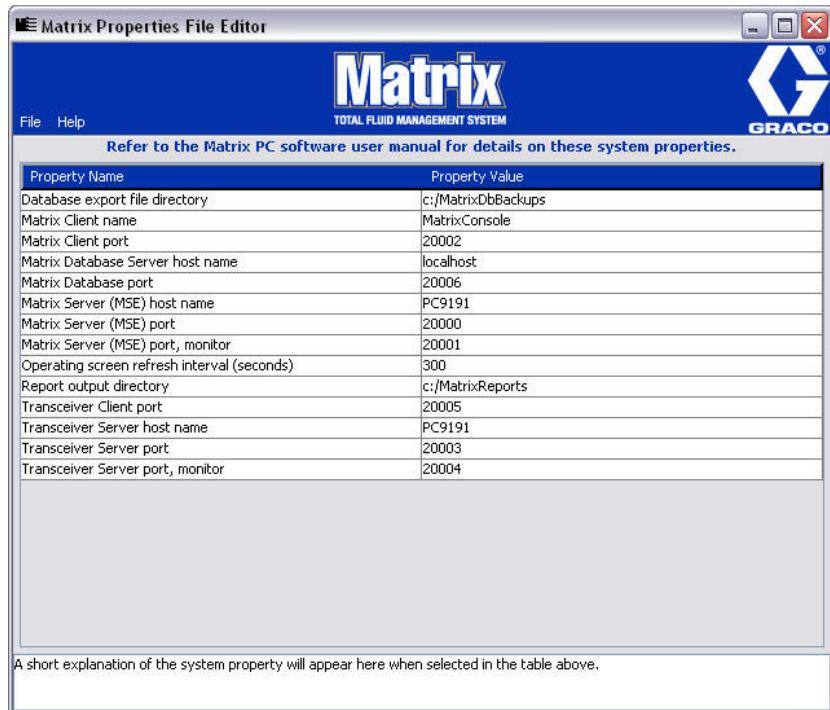

Рис. 23
- Появится редактор в виде списка свойств системы из двух столбцов. Справа будут названия свойств, а слева – их величины, которые можно изменить (Рис. 23). Чтобы выбрать свойства, щелкните по нему: на нижней панели экрана отобразятся основные сведения об этом свойстве.